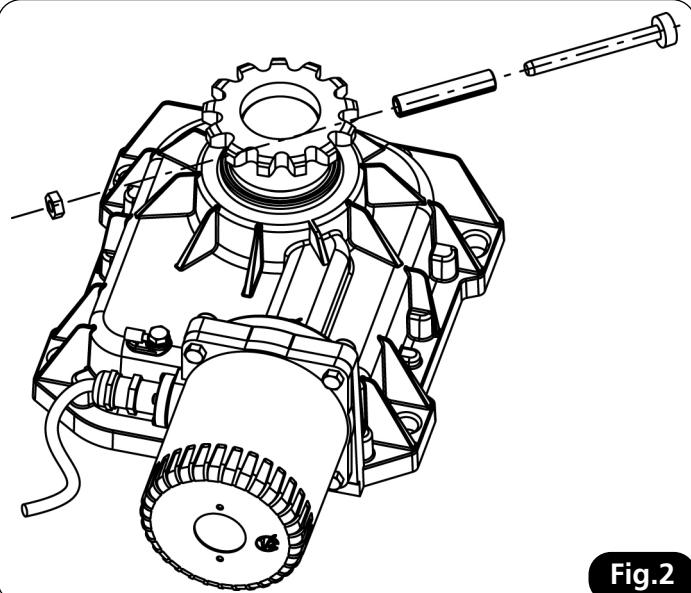

Fig.2
2. Sustituir el brazo motor con el piñón previsto (Fig.2)
2. Substituir o braço do motor pela roda dentada prevista (Fig. 2).